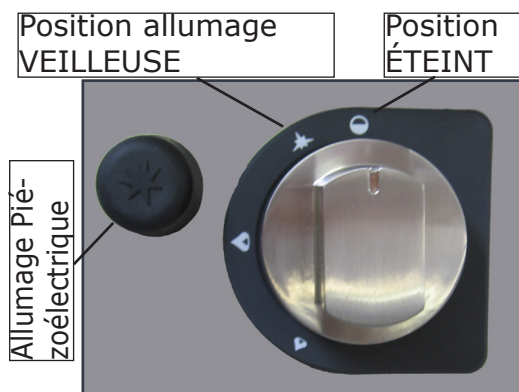

Fig.12
- tourner le bouton et le maintenir enfoncé sur la position d'allumage du brûleur pilote ★ (**Fig.12**) et appuyer en même temps et de manière répétée sur le